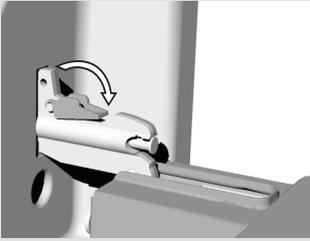

Abb. 2
- Die innere, dritte Glasscheibe (nur bei einigen Modellen) entfernen Sie, indem Sie zuerst die Schrauben auf den Trägern der Glasscheibe lösen und die Glasscheibe etwas anheben (Abb. 2). Entfernen Sie vor dem Reinigen der Glasscheibe noch die Träger der Glasscheibe.
- Fassen Sie die Glasscheibe am unteren Rand an, heben Sie sie leicht an, damit sie aus dem Träger herauspringt und nehmen Sie sie heraus (Abb. 2).
- Drehen Sie beim **GentleClose** System die Aushängesperre um 90° zurück (Abb. 2).